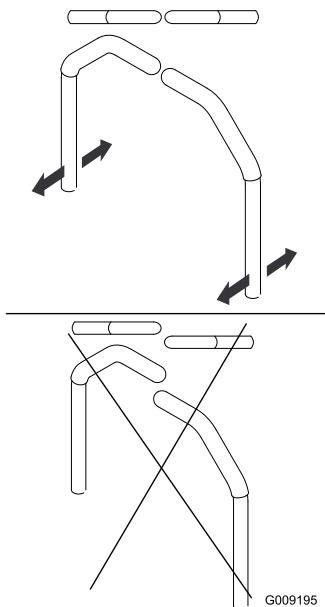

Figura 87
4. Alinee las palancas en el sentido adelante/atrás acercándolas a la posición de PUNTO MUERTO, y moviéndolas hasta que estén alineadas; luego apriete los pernos (Figura 87).